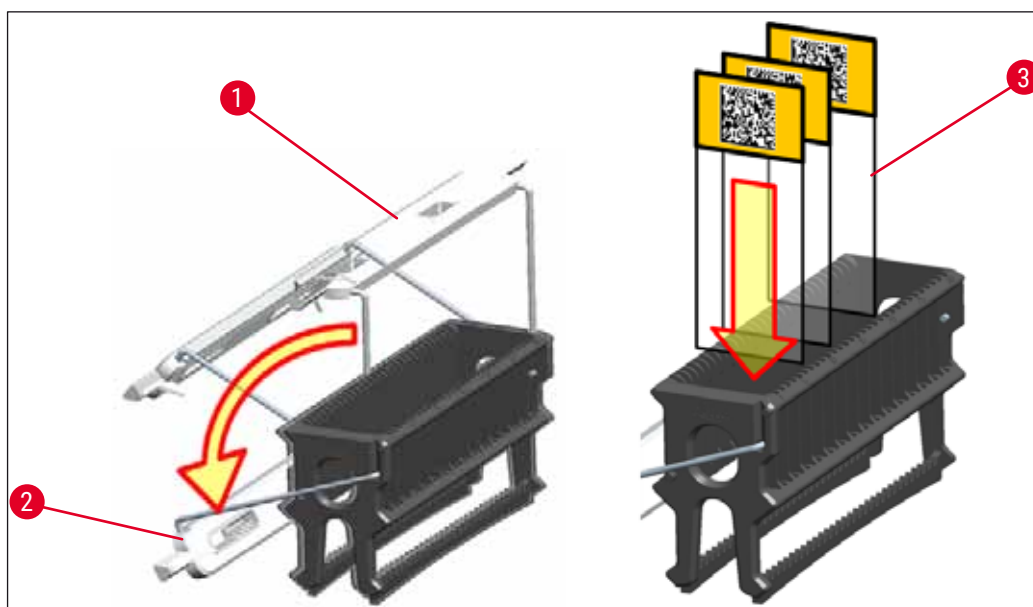

Fig. 81
- Partea frontală a rack-ului este marcată cu logo-ul Leica. Cu cadrul atașat, inscripția **FRONT** poate fi văzută la o privire asupra cadrului (→ "Fig. 81").
1. Rabatați cadrul stativului în poziție verticală (→ "Fig. 81").